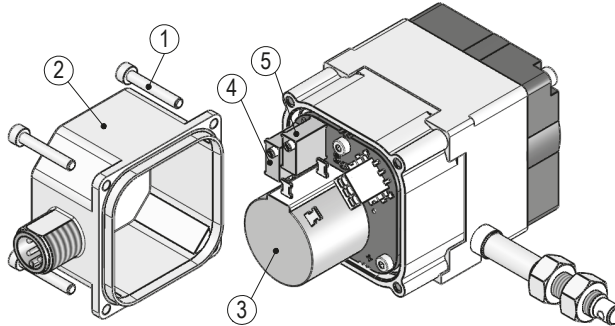

Abb. 15: Einstellen Trimpotitis 0,5/4,5V
Durch zwei Trimpotentiometer Pe ⑤ und Po ④ (siehe **Abb. 15**) können diese Werte an die tatsächlichen Anfangs- und Endstellungen der Anwendung angepasst werden.